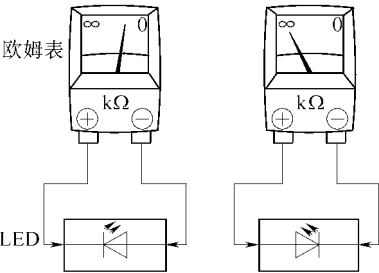

图 18-61 检查发光二极管
(3) 检查发光二极管 (LED) 导通情况。按照检查二极管的相同方法进行检查，如图 18-61 所示。也可使用 3V 电源，或大于电路电阻的测试表。如果没有测试表，可加上蓄电池电压的方法检查发光二极管是否点亮。